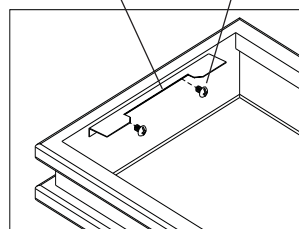

Fig 7
9. To install Frame Bracket (7), align two holes in bracket with two holes in Diffuser Frame (5). Secure with Frame Bracket Screws (8) provided. Do not over tighten screws, could damage frame. **See Fig. 7**
9. Para instalar el soporte del marco (7), alinee dos agujeros en el soporte con dos agujeros en el marco del difusor (5). Asegúrelo con los tornillos del soporte del marco (8) proporcionados. No apriete demasiado los tornillos, podría dañar el marco. **Vea Fig 7**
9. Pour installer le support du cadre (7), aligner deux trous du support avec deux trous du cadre (5). Fixer au moyen des vis de support (8) fournies. Ne pas serrer trop fort, les vis pourraient endommager le cadre. **Voir fig 7.**
10. Pour installer le cadre diffuseur (5), incliner vers le bas le côté opposé au support (7), puis insérer le support (7) entre le boîtier du luminaire (1) et le plafond. Faire pivoter le cadre vers le haut et fixer au moyen de la vis de cadre (9) fournie. Ne pas serrer trop fort, la vis pourrait endommager le cadre.